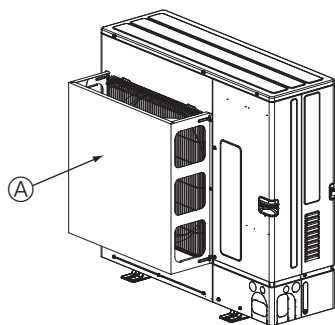

Fig. 2-4
- ② Montera en extra luftledare så att enheten installeras på en plats där kraftig vind från tyfoner osv kan komma direkt in i luftutblåset. (Fig. 2-4)